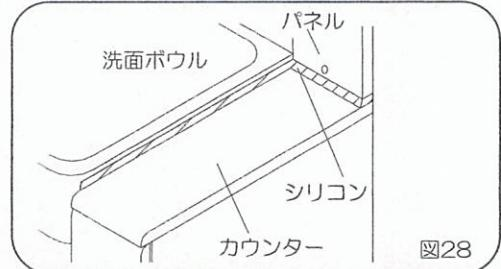

図28
- キャビネットのカウンターとパネル又は壁面及び洗面ボウルとのスキ間を、シリコンでコーティングしてください。(図28)